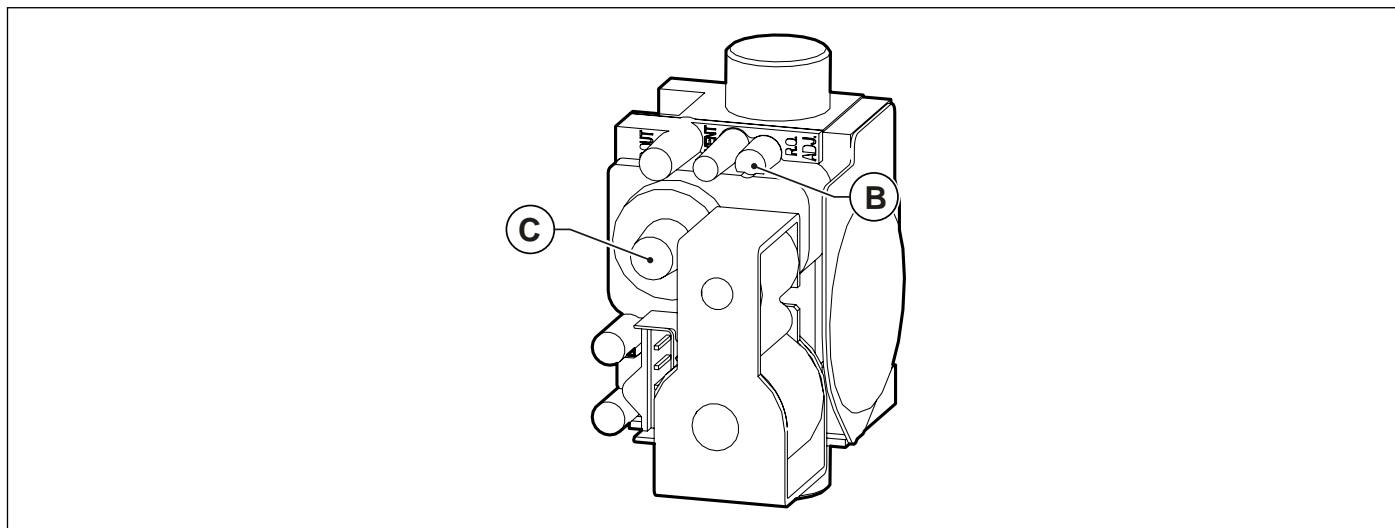

Fig. 45 Regolazione valore anidride carbonica
- Regolare il valore dell'anidride carbonica (CO₂) nei fumi ruotando il regolatore di rapporto **B** (vedi Fig. 45 Regolazione valore anidride carbonica) e assicurarsi che rientri nei limiti della Tab. 24 Valori di CO₂ nei fumi. Lasciare la caldaia in modalità spazzacamino e portarsi al passo successivo di regolazione alla potenza minima.
- Regolare il valore dell'anidride carbonica (CO₂) nei fumi ruotando il regolatore di offset **C** (vedi Fig. 45 Regolazione valore anidride carbonica) e assicurarsi che rientri nei limiti della Tab. 24 Valori di CO₂ nei fumi.